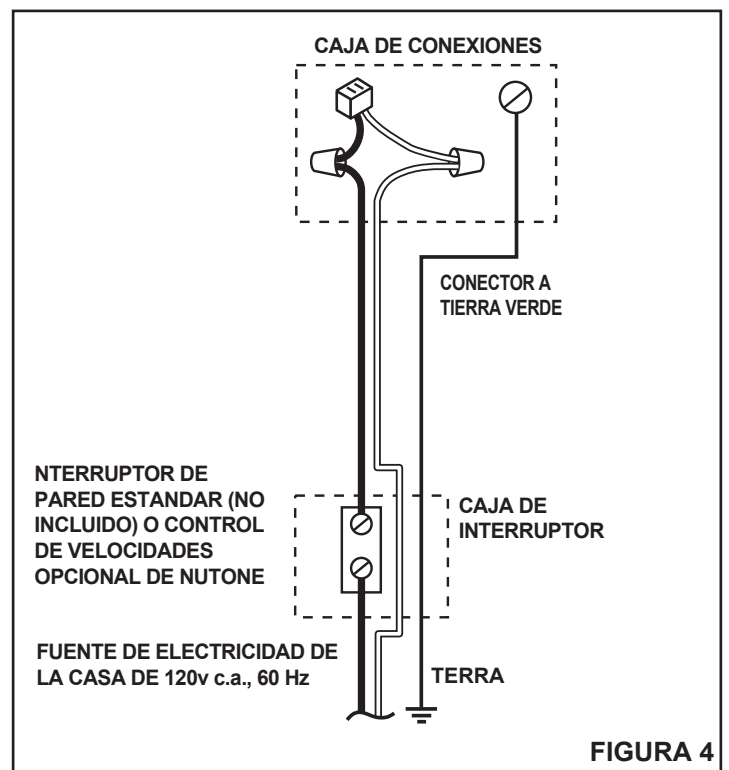

FIGURA 4
3. Vea la Figura 4. Use tuercas para alambre aprobadas para conectar los alambres de la fuente de electricidad de la casa a los alambres de la unidad como sigue: blanco a blanco, negro a negro. Conecte el alambre a tierra verde o pelado al conector a tierra verde.